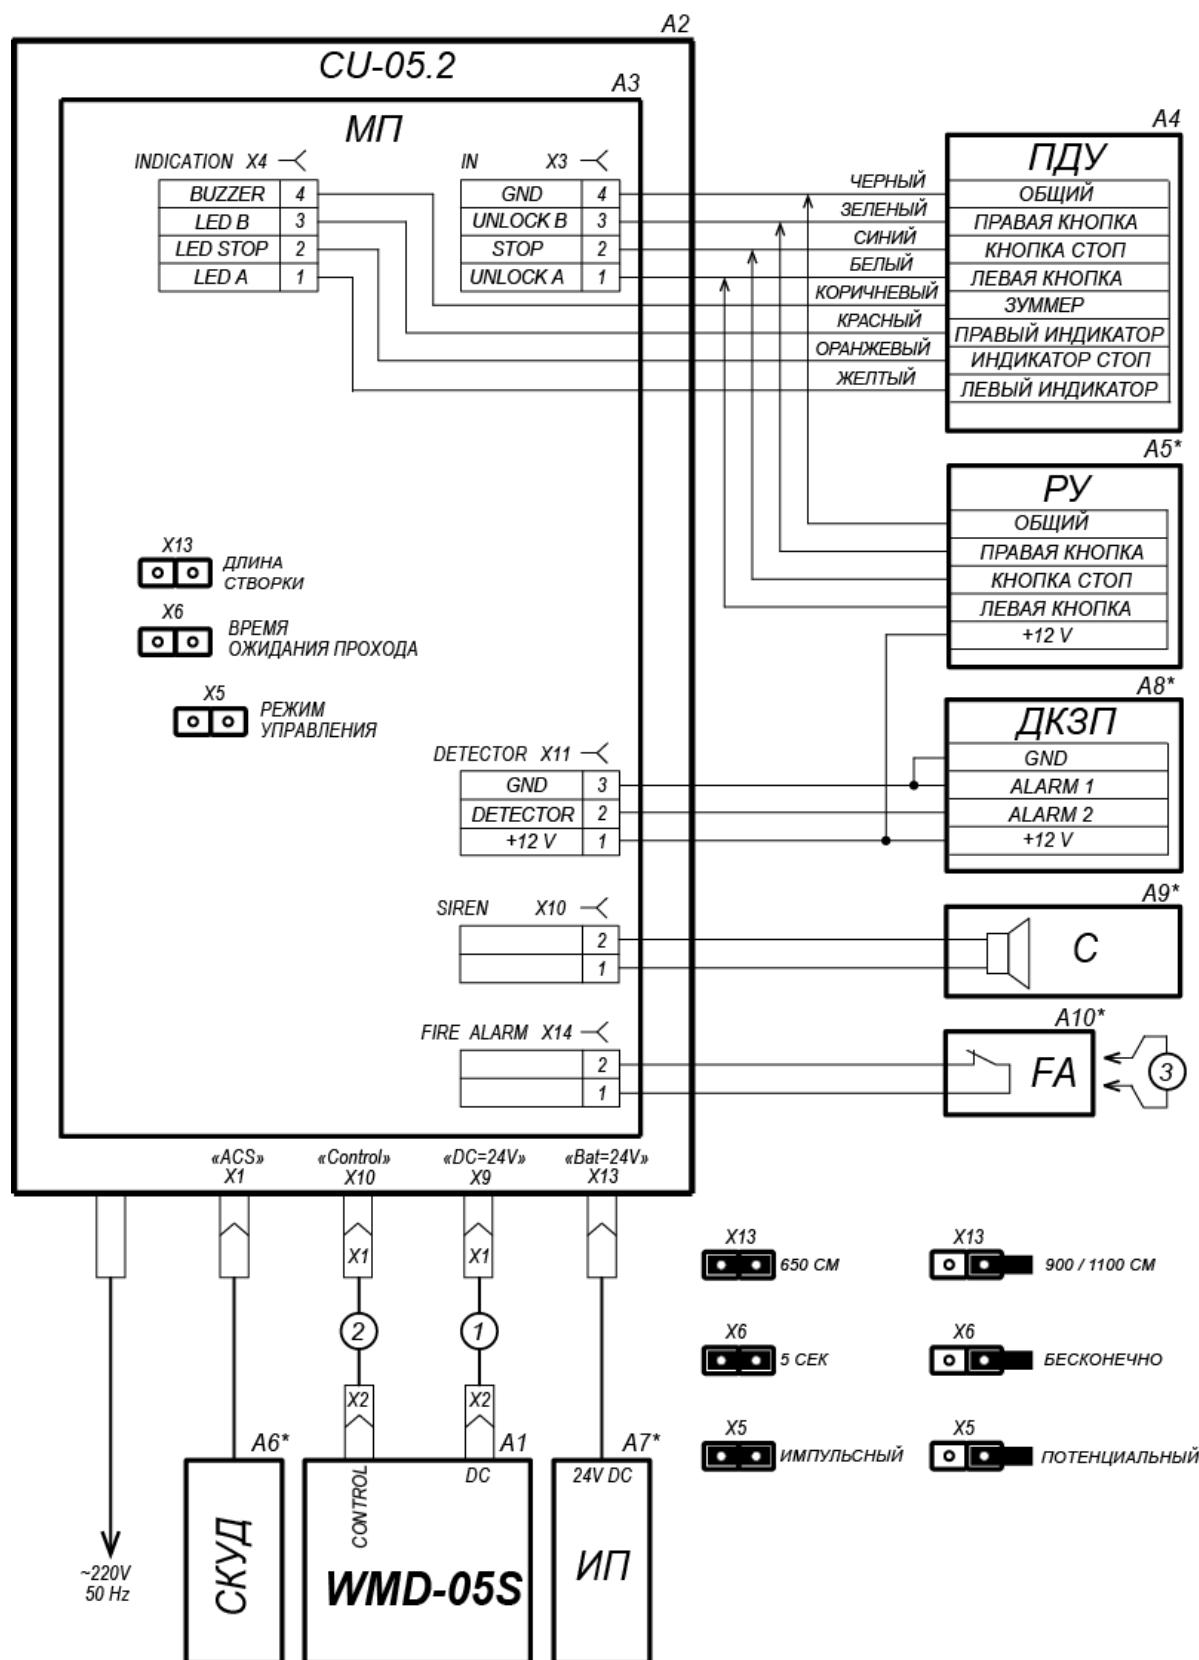

Рисунок 7. Схема подключения калитки¹
- кабель питания (11) к разъему «DC=24V»;
- кабель ПДУ (12) протяните через предназначенный для него кабельный ввод внутрь БУ и подключите к клеммным колодкам X3 и X4 модуля процессорного в соответствии с рис. 5 и рис. 7.